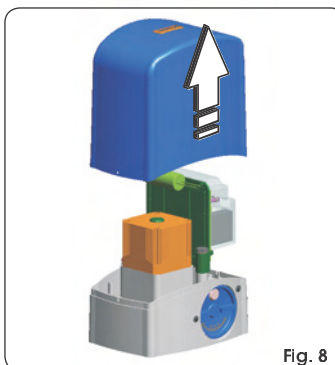

Fig. 8
- ① Sfilare il carter di protezione tirandolo verso l'alto, Fig. 8.